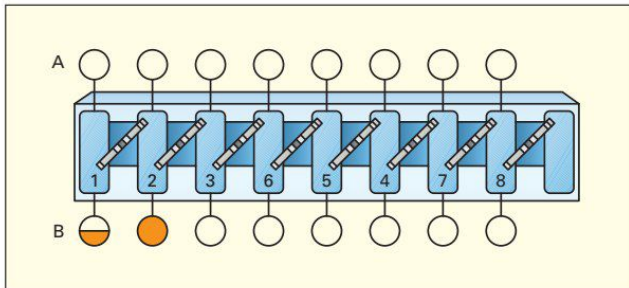

Bild 1: Farbkennzeichnungen nach EIA/TIA 568
5. Beim Auflegen der Leitungen (**Bild 2**) können die Leitungsfarben nach zwei unterschiedlichen Spezifikationen (EIA/TIA 568 A und B) angeschlossen werden. Ergänzen Sie in den Ringen (**Bild 1**) jeweils die richtigen Leitungsfarben.
6. Ergänzen Sie die fehlenden Verbindungen (**Bild 4**) der Twisted-Pair (verdrellten) Leitung zum RJ45-Stecker (**Bild 3**) nach EIA/TIA 568B. Beachten Sie dazu **Bild 1**.